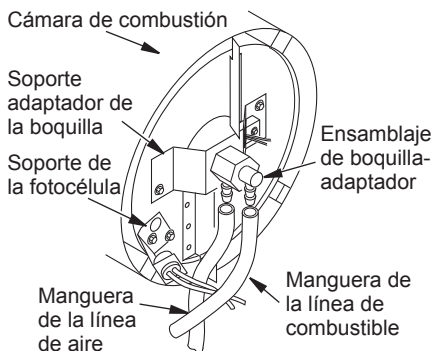

Figura 17 - Desmontaje de las mangueras de las líneas de aire y combustible
- Retire las mangueras de las líneas de aire y combustible del ensamblaje de la boquilla (consulte la figura 17).